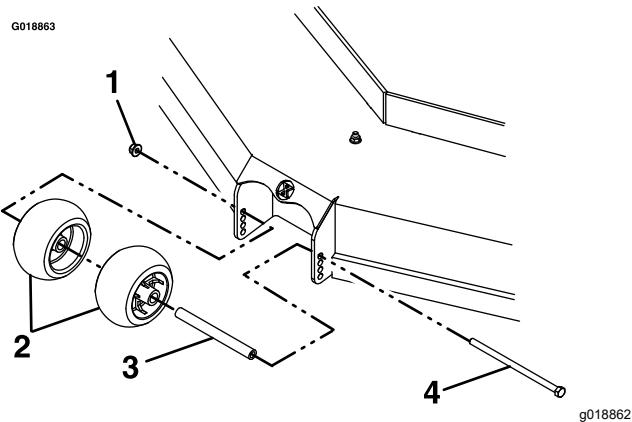

Рисунок 29
4. После регулировки высоты скашивания отрегулируйте высоту защитных валиков, сняв крепежные детали (Рисунок 29).
6. Затяните контргайку (¾ дюйма) с моментом от 41 до 47 Н·м, как показано на Рисунок 29.